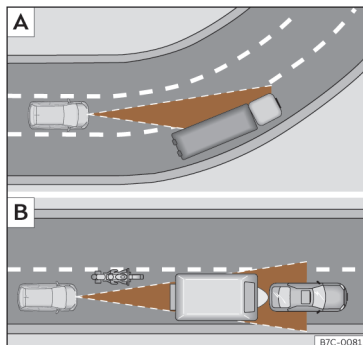

Fig. 133 **A** Veículo numa curva. **B** Motociclo que circula à frente, fora do raio de alcance do sensor de radar.
O ACC poderia não detetar em curva o veículo precedente ou poderia regular a distância com veículos que se encontram noutras faixas >>> **Fig. 133 [A].**
- Veículos que circulem desalinhados ou fora da zona de deteção do sensor, por exemplo, motociclos >>> **Fig. 133 [B].**